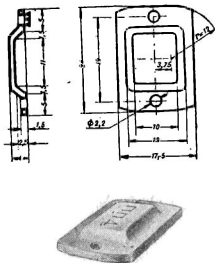
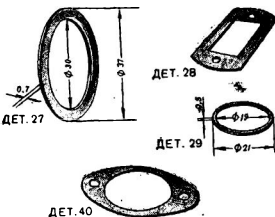

Рис. 54. Крышка перепускного канала (деталь 21).
Рис. 56. Прокладки (детали 27, 28, 29 и 40).
4) Прокладки цилиндра и др. (детали 27, 28, 29 и 40, рис. 56). Вырезаются из листовой красной меди толщиной 0,5—0,7 мм.
На гильзу цилиндра наворачиваем головку. Перед этим густо смазываем резьбу тертыми белилами, не забыв заложить в головку прокладку 29 (рис. 56). Навинтив головку доотказа, нагреваем цилиндр до 250° . Дав остыть, промываем все в бензине и смазываем маслом.
Вставив в цилиндр поршень с шатуном, а в картер коленчатый вал, надеваем цилиндр на картер (не забыв положить прокладку 40, рис. 56) и привинчиваем к нему двумя винтами 23 (рис. 51). Просунув в отверстие картера (для заглушки) палец кривошипа 10 (рис. 29) и продев его в нижний конец шатуна (в тот, в который раньше была запрессована бронзовая втулочка), ввинчиваем его в щеку кривошипа доотказа. Теперь завинчиваем заглушку 4 (рис. 21), предварительно надев на нее прокладку 27 (рис. 56). В картер запрессовываем жиклер 17 (рис. 37), не забыв перед этим надеть на него и припаять стопор 19 (рис. 39). Напаяв на иглу 18 (рис. 38) карбюратора муфту 20 (рис. 40), ввинчиваем иглу в жиклер. Привинчиваем детали прерывателя — пружину 12 с контактом 13 (рис. 34) и хомут 14 (рис. 35) с контактом 13 (рис. 34); не забыв подложить изолятор 26 (рис. 36), надеваем кулачковую шайбу 11 (рис. 33). Надев на выхлопную трубу 25 (рис. 50) фланец 24 (рис. 49), привинчиваем ее к цилиндру. С другой стороны двумя винтами 22 (рис. 51) привинчиваем крышку 21 (рис. 54) перепускного канала, не забыв подложить прокладку 28 (рис. 56).